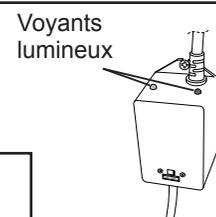

FIGURE 7
- Une fois le disjoncteur remis sous tension, vérifier le ballast (12) (Figure 7) pour vous assurer que le système CLEARRAY fonctionne bien. Une lumière verte indique que le système CLEARRAY est en marche; elle devrait être allumée en tout temps. Une lumière rouge indique que la lampe UV est activée.